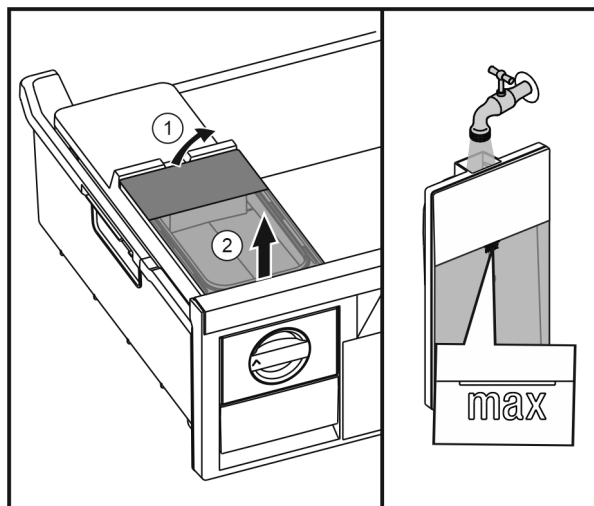

Fig. 55
- ▶ Lyft vattentanken bakifrån Fig. 55 (1) och ta ut den Fig. 55 (2).